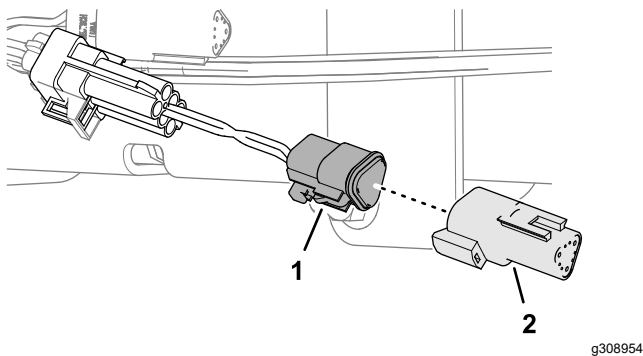

Рисунок 181
3. Вставьте резистор, снятый при выполнении действий, описанных в разделе Снятие оконечного резистора \(страница 86\), в 3-гнездовой разъем переходного жгута проводов (Рисунок 181).